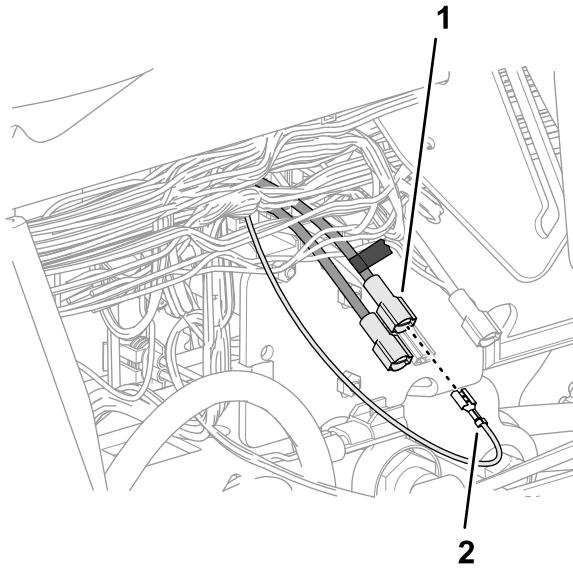

**Bild 188**
4. Markieren Sie den Anschluss und das Kabel, das Sie in Schritt 3 identifiziert haben, mit einem Stück Band (Bild 188).